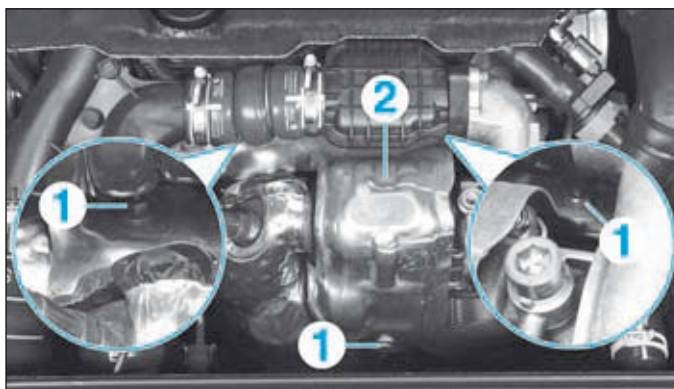
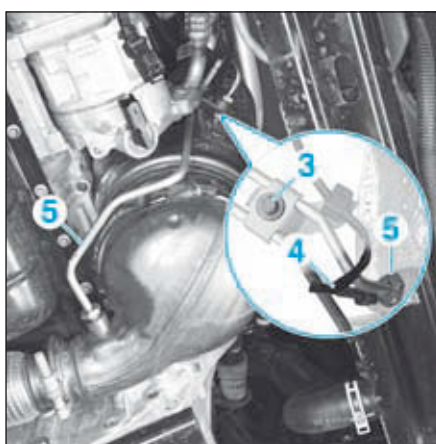

FIG.101
FIG.102
- Déposer (Fig.101) :
- la vis et les écrous (1),
- l'écran thermique (2).
- Desserrer complètement la vis (3) (Fig.102).
- la sonde de température des gaz d'échappement (4),
- les tubes de prise de pression (5) et (6).